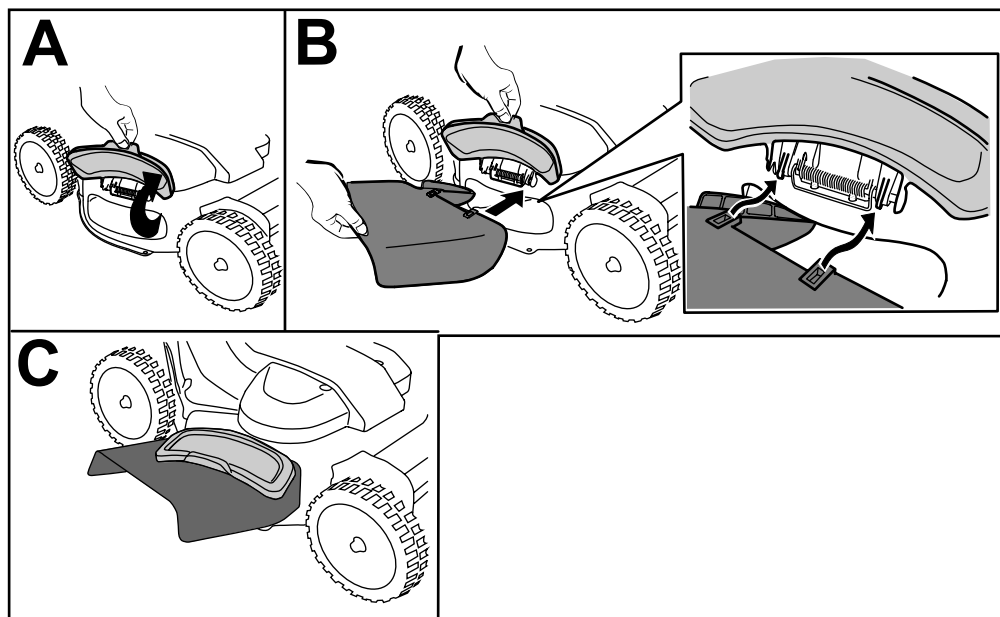

Figura 25
1. Levante la puerta de descarga lateral (Figura 25, A).
2. Instale el conducto de descarga lateral y cierre la puerta sobre el conducto (Figura 25, B y C).